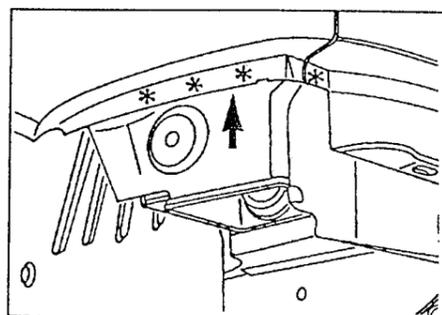

Fig. 11
- compléter la gamme de réparation sur les documents 4/9 et 5/9 pour effectuer le remplacement partiel de l'aile ARG du véhicule Peugeot 306. Aidez-vous des légendes et symboles du document 3/9 et des exemples concernant les figures 11 et 14 du document 4/9.